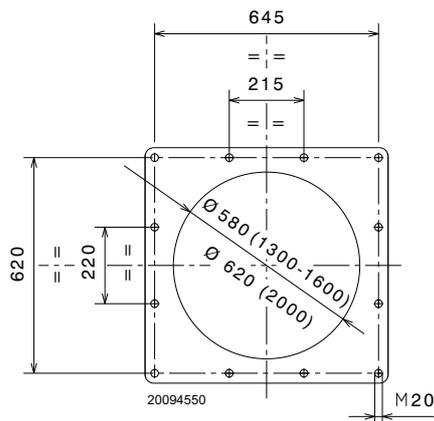

Abb. 15
Die Verschlussplatte der Brennkammer, wie in Abb. 15 durchbohren. Die Position der Gewindebohrungen kann mit dem zur Grundausrüstung gehörenden Wärmeschild ermittelt werden.
- Den gesamten Brenner in das vorher vorbereitete Bohrloch des Heizkessels einpassen, wie in Abb. 15 dargestellt, und mit den beige packten Schrauben befestigen.